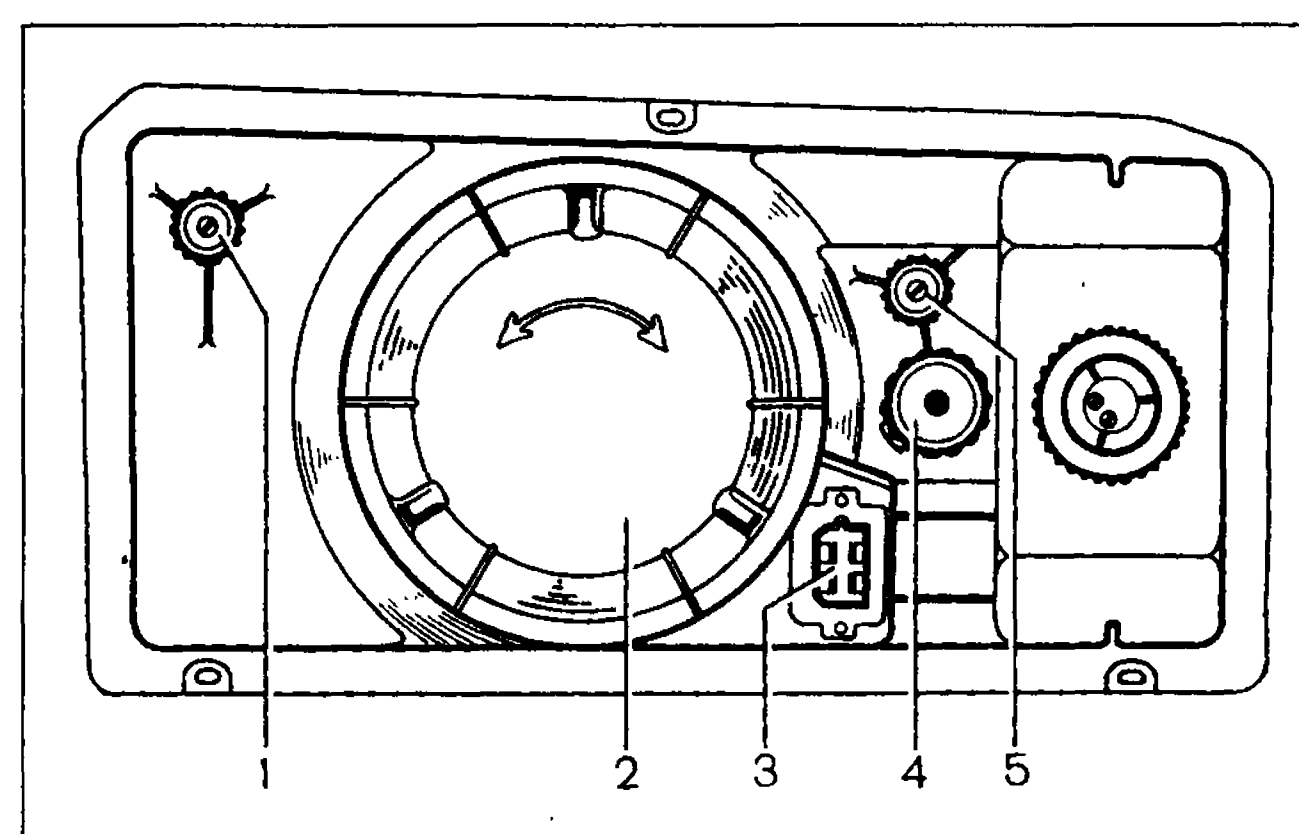
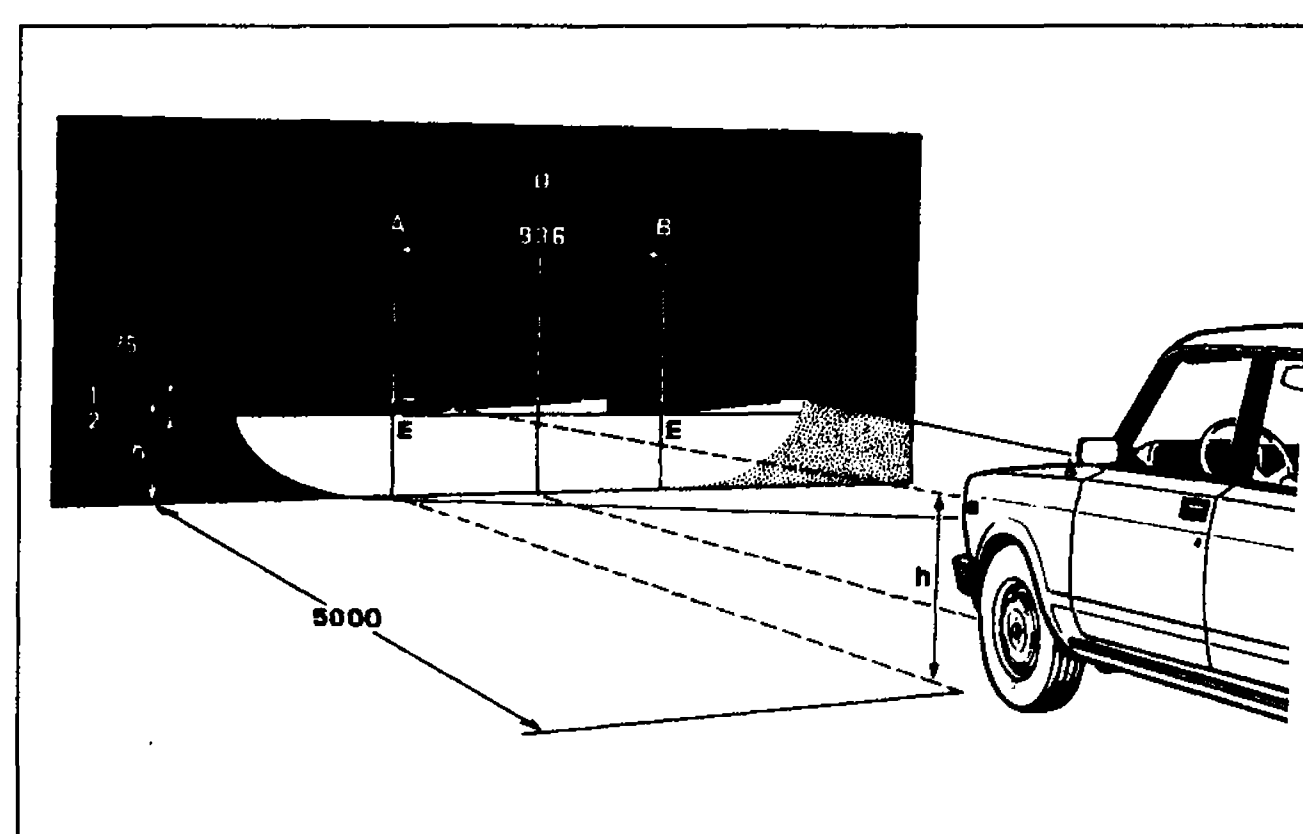

Рис. 7-35. Вид на блок-фару из отсека двигателя:
Рис. 7-36. Схема регулировки света фар
Направление световых пучков фар должно быть таким, чтобы дорога перед автомобилем была хорошо освещена, а водители встречного транспорта не ослеплялись при включении ближнего света. Регулируются фары вращением винтов 1 и 5 (рис. 7-35), которые поворачивают оптический элемент в горизонтальной и вертикальной плоскостях.
Начертите на экране (рис. 7-36) вертикальные линии: осевую 0 и линии А и В, проходящие через точки Е, соответствующие центрам фар. Эти линии должны
Если на автомобиле имеется гидрокорректор фар, то установите ручку гидрокорректора на панели приборов в нулевое положение (левое крайнее). Если автомобиль без гидрокорректора фар, укомплектован блок-фарами с установочными винтами 4 (см. рис. 7-35), то поверните эти винты в крайнее левое положение.
Включите ближний свет. Последовательно, сначала для правой фары (левая закрывается куском картона или темной материи), а затем для левой (правая закрыта) отрегулируйте винтами 1 (см. рис. 7-35) и 5 световые пучки фар. У отрегулированных фар верхняя граница световых пятен должна совпадать с линией 2 (см. рис. 7-36), а точки пересечения горизонтального и наклонного участков световых пятен - с точками Е.
**Фары.** Поверните кожух 2 (см. рис. 7-35) против часовой стрелки и снимите его. Снимите с рефлектора лампу фары и патрон с лампой габаритного света. Чтобы заменить лампу указателя поворота, выньте из корпуса фары патрон с лампой.